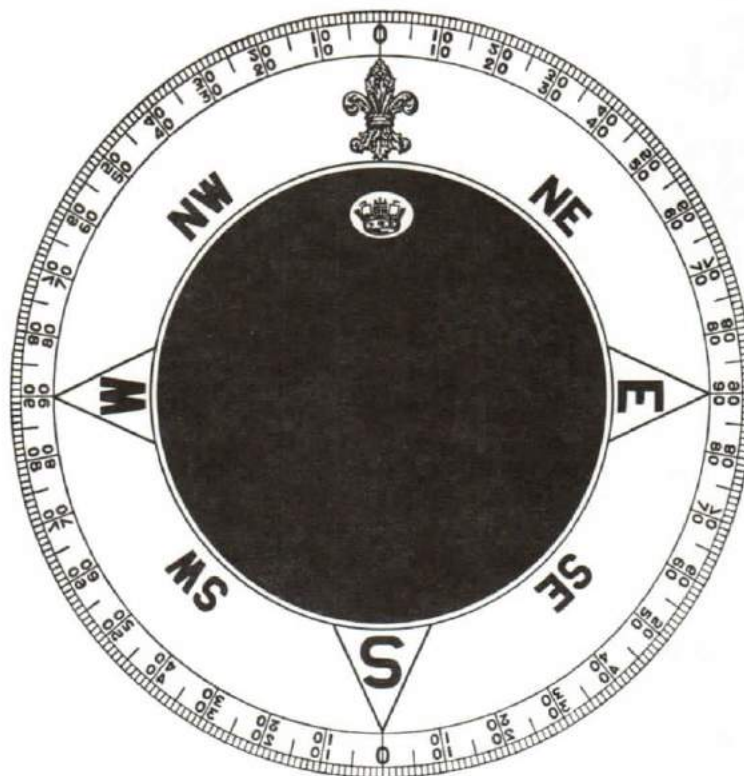

Figure 3-12
3. So you say that you will have to keep your ship pointing so far east or west of north, and this is called your course. The compass is divided into 360° (see Figure 3-12) and courses are always given in degrees, for example, course 268° or 035°.
3. Si l'on dit que vous devez conserver le navire en direction de l'est, de l'ouest ou du nord, on parle du "cap". Le compas est divisé en 360 degrés (voir la figure 3-12) et les caps sont toujours donnés en degrés, par exemple le cap sur 268 degrés ou 035 degrés.